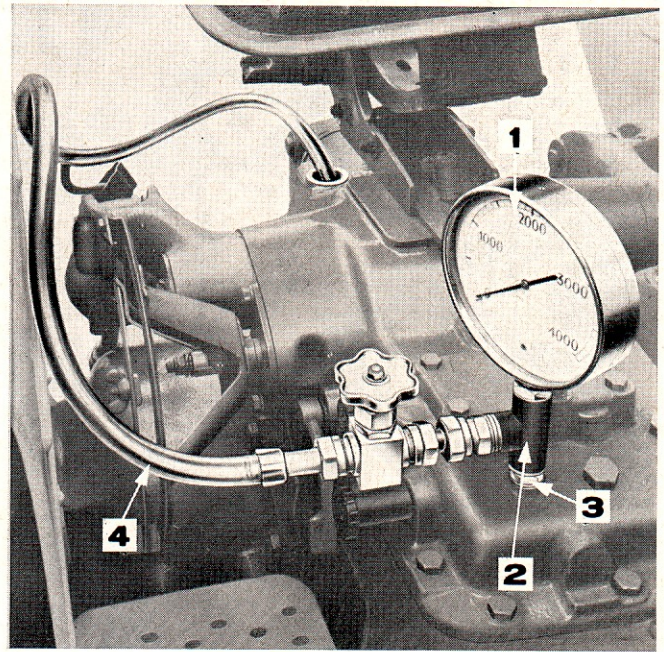

Figure 102 (A): Contrôle de la pression - Ford 5000
Si l'on dispose de l'équipement d'essai T8503: Extraire le bouchon vissé à l'avant du couvercle accessoire, et monter le raccord en T no T.8503-1/f de l'adaptateur fileté T.8503-4/b (Figure 102 (A)). Monter l'adaptateur pivotant T.8503-1/g sur le manomètre T.8503 et fixer le tout à une extrémité du raccord en "T".
Extraire le bouchon à tête Allen du trou d'alimentation du couvercle de relevage, et adapter le tuyau no N-1100-Q, le raccord no N-1100-P, l'adaptateur no N-1100-H et le manomètre no N-1100-3 (Figure 102 (B)).